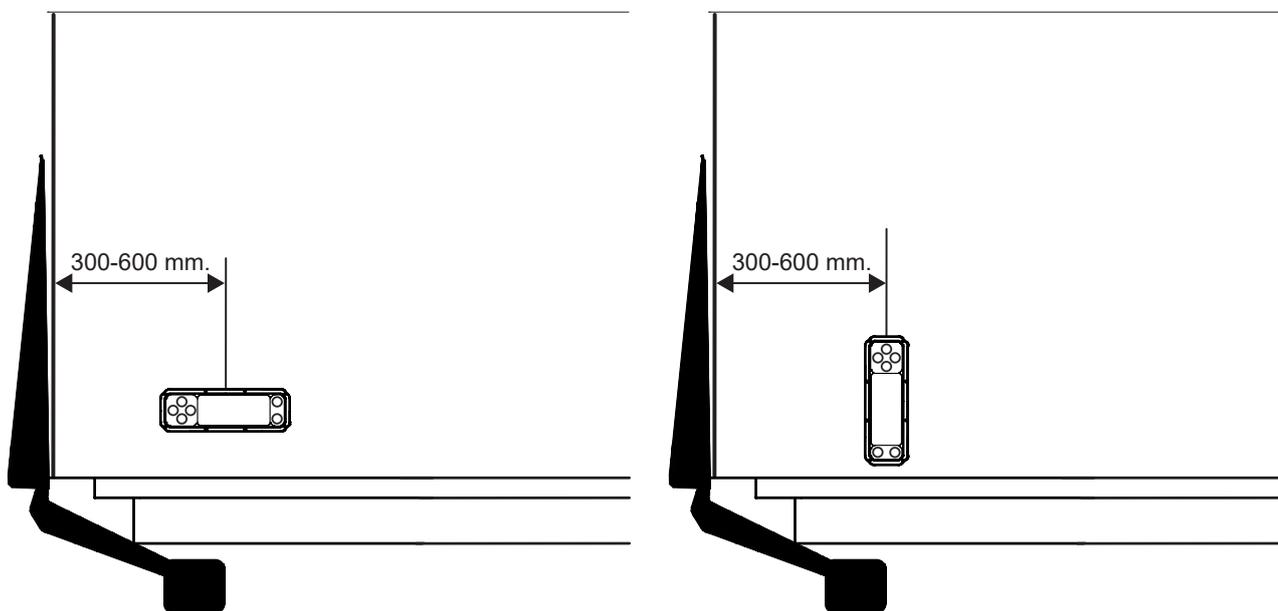

Abb.57. Montage der Bedienvorrichtung
5. Die Bedienvorrichtung anschließend am Schrank montieren. Siehe Abb.57